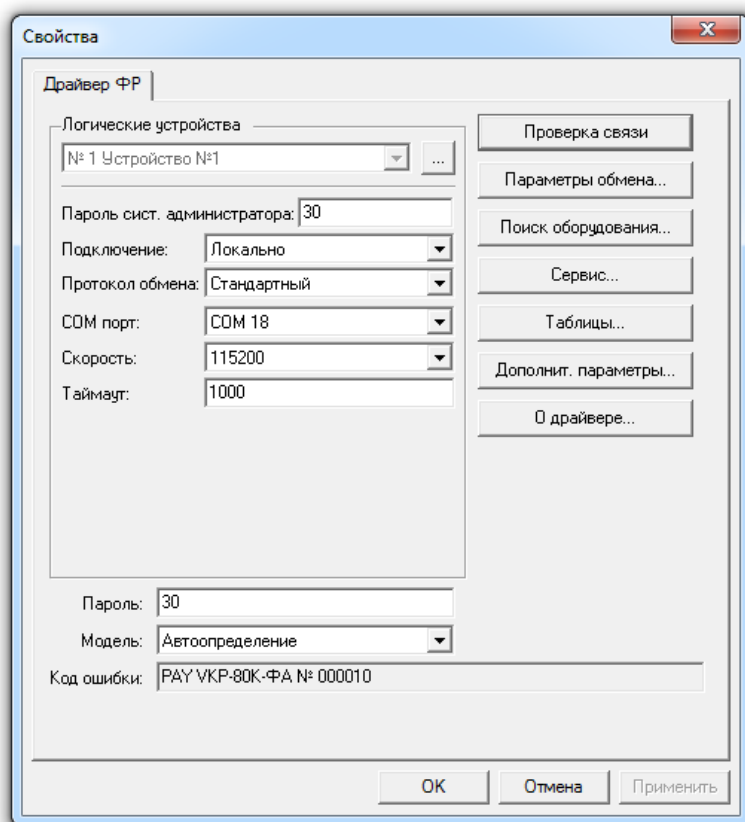

Рисунок 58
- 6.3.1 Запустите «Тест Драйвера ФР». Выбор COM-порта осуществите в соответствии с конфигурацией компьютера (Рисунок 58).